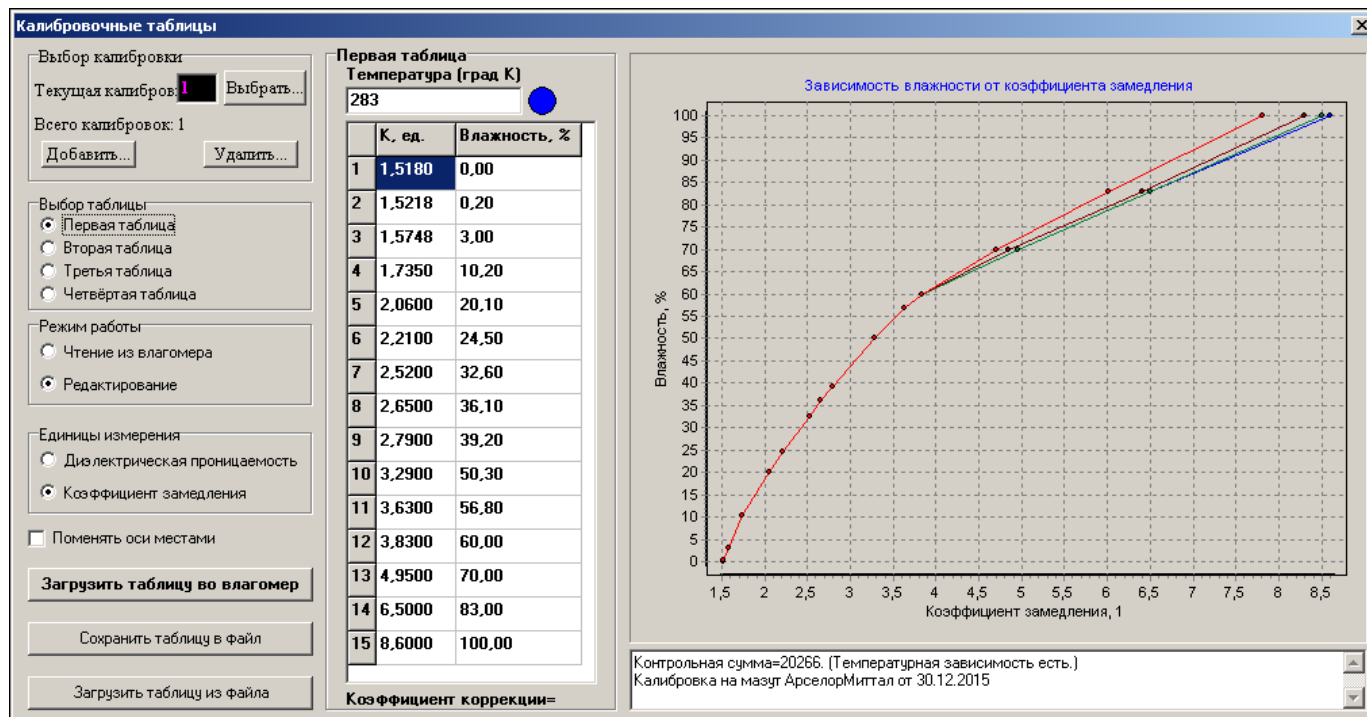

Рис.8
- 2) открыть окно для работы с калибровочными таблицами (рис. 8);